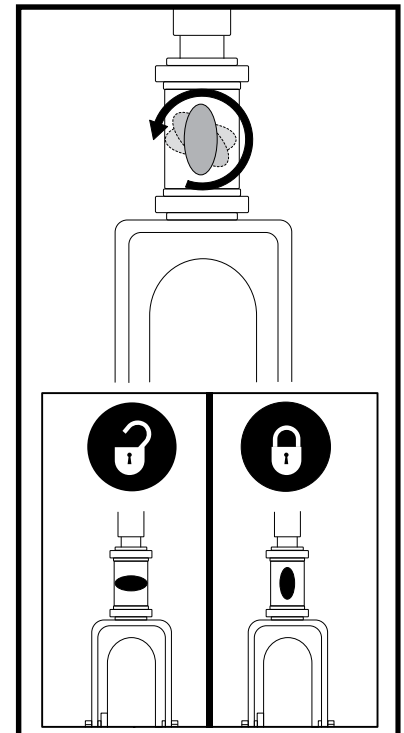

Abb. 26. Lenkersicherungshebel (Für modell 104)
1. Schlüssel aus dem Schlüsselschalter entfernen. *Für modell 104*, Justieren Sie den Lenker in eine gerade Position, indem Sie den Lenkersicherungshebel eindrücken und gleichzeitig 90° im Uhrzeigersinn drehen. **Siehe Abb. 26.** Das Vorderrad muß nach vorne gerichtet sein, um den Lenker festzustellen.